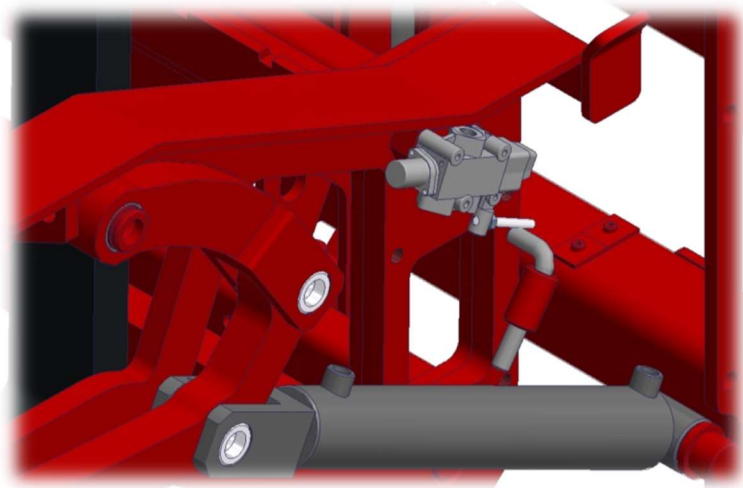

Figure 3.2.1- Limiteur de course/interrupteur hydraulique
Le basculeur/retourneur K90 est protégé contre l'ouverture imprévue du cadre supérieur au cours du basculement par un limiteur de course/interrupteur hydraulique. Voir la figure 3.2.1. Au cas où il n'est pas possible de déverrouiller le cadre supérieur en position horizontale, il convient de contrôler si le limiteur de course/interrupteur qui se trouve sur le châssis basculant est effectivement activé. Si ce n'est pas le cas, il convient de le placer le plus haut possible afin qu'il puisse s'enclencher.
2. Dévisser le boulon et le contre-écrou dans le manchon réglable. Voir la figure 3.2.1.